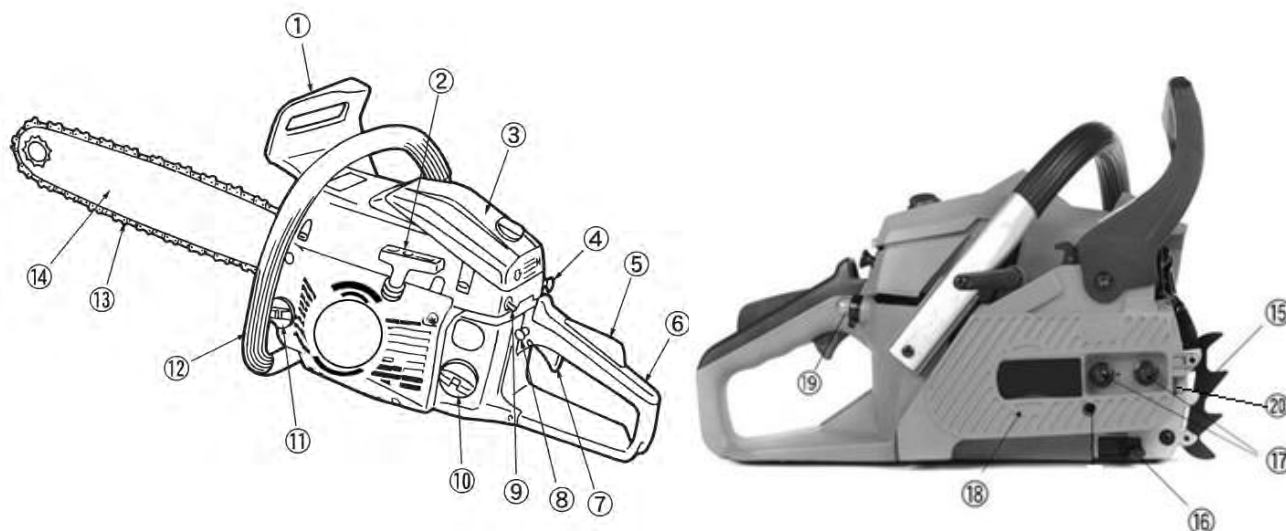

Рис. 1.
Ручка тормоза цепи (1) (См. Рис.1)
Для безопасности, цепная пила оснащена тормозом цепи (1) (См. Рис.1). Тормоз цепи включается автоматически в случае резкого, сильного отскока, который вызывается прикосновением конца направляющей шины к древесине (или другому твердому предмету) во время работы. Тормоз цепи служит для блокировки пильной цепи перед стартом, и для ее моментальной остановки в экстренных случаях.
Выключатель зажигания двигателя (9) (См. Рис.1)
Рычаг блокировки газа (5) (См. Рис.1)
Предотвращает случайное включение двигателя (приведение пильной цепи в движение). Рычаг газа (7) не может быть нажат, если не нажат рычаг блокировки газа (5) (См. Рис.1).
Задняя ручка (6) (См. Рис.1)
Пильная цепь, снижающая риск отскока (13) (См. Рис.1)
Зубчатый упор (15) (См. Рис.1)
Цепеуловитель (16) (См. Рис.1)
Праймер подкачки топлива (19) (См. Рис.1)